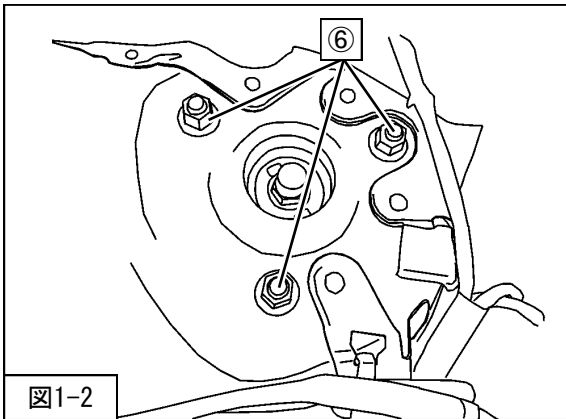

図1-2
3. ⑥フロントサスペンションASSYアッパー取付ナットを取外してください。（図1-2）